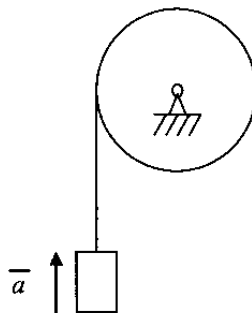

Рис.49
3. Груз поднимают с помощью лебёдки с ускорением  $4 \text{ м/с}^2$  (рис.49). Масса груза  $100 \text{ кг}$ . Натяжение троса равно